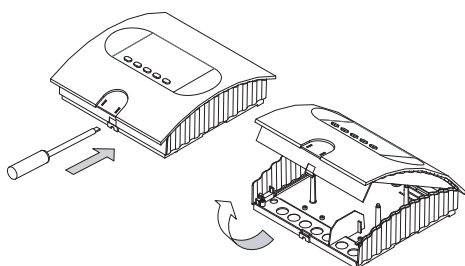

Fig. 1
1. Retirez le recouvrement de l'appareil de commande. A cette fin, enfoncez l'ergot de fixation vers l'intérieur en vous servant d'un tournevis plat et retirez la partie supérieure du boîtier en le pivotant vers le haut (Fig. 1).